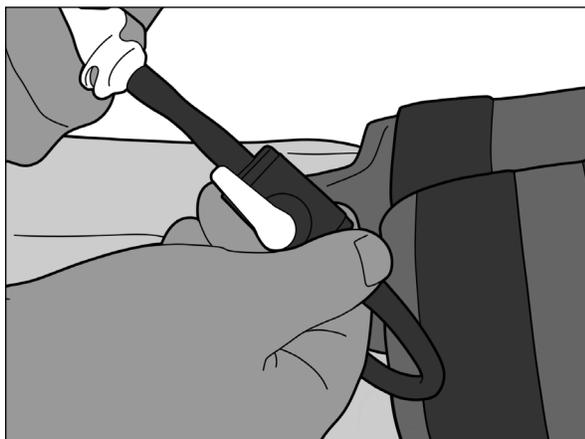

Figure 15
2. Vérifier que la valve d'arrêt est ouverte. La poignée de la valve doit être dans le même axe que la tubulure (Figure 15).